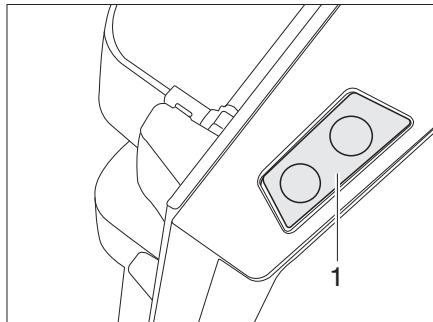

Bild 238 Entriegelungstaste der Kühlschranktür (Dometic 8er-Reihe)
- Die Entriegelungstaste (Bild 238,1) drücken und die Kühlschranktür öffnen.